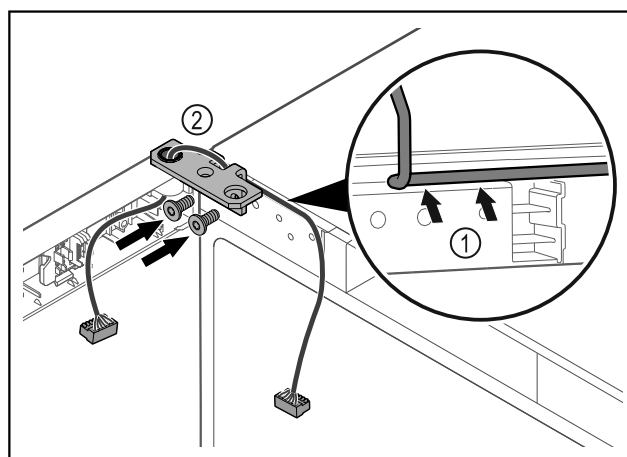

Fig. 58
- ▶ Introdurre il cavo nel foro della cerniera angolare e posarlo con cautela Fig. 58 (1).
- ▶ Avvitare la cerniera angolare Fig. 58 (2).